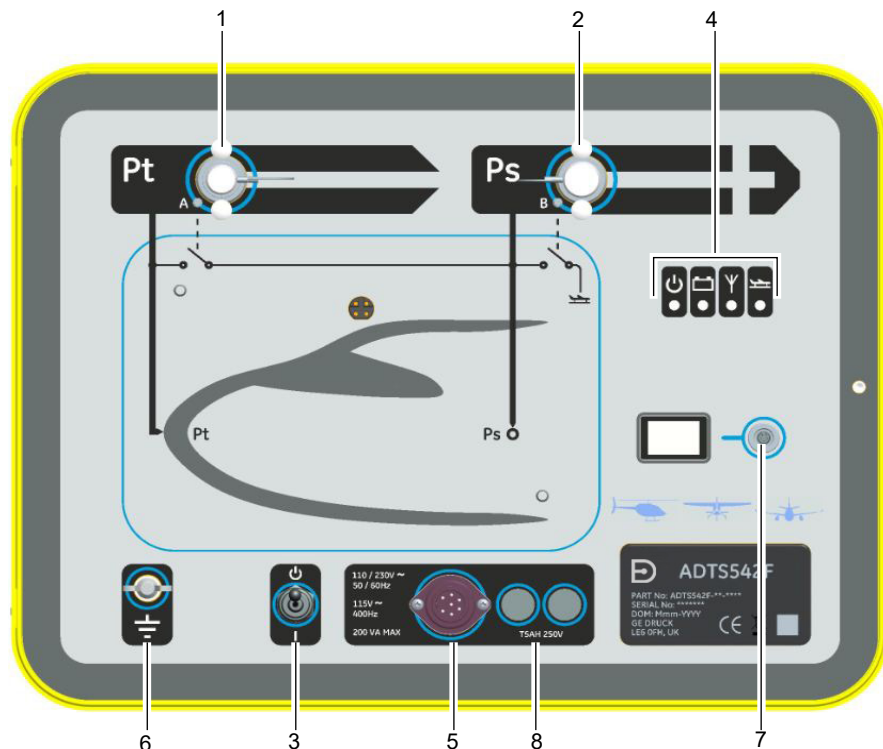

Figura 6: Pannello anteriore ADTS542F
I due fusibili ad elevato potere di interruzione (8) (vedere la Figura 6), posizionati nei portafusibili e montati sul pannello frontale, proteggono l'unità. I fusibili sono collegati nel circuito di alimentazione di fase e neutro e presentano i seguenti valori: T5 AH 250 V.
3.1 Test all'accensione (vedere la Figura 6)